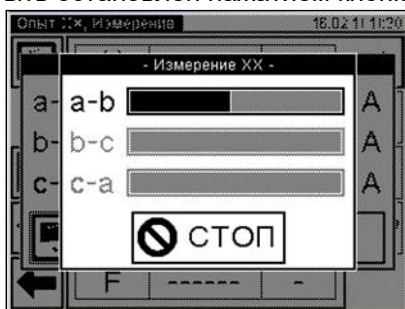

Рисунок 6.44
10) По достижении требуемого значения напряжения нажать кнопку  Измерение для запуска собственно измерения. На экране появится окно, демонстрирующее динамику процесса измерения (рисунок 6.44). При необходимости этот процесс измерения может быть остановлен нажатием кнопки .